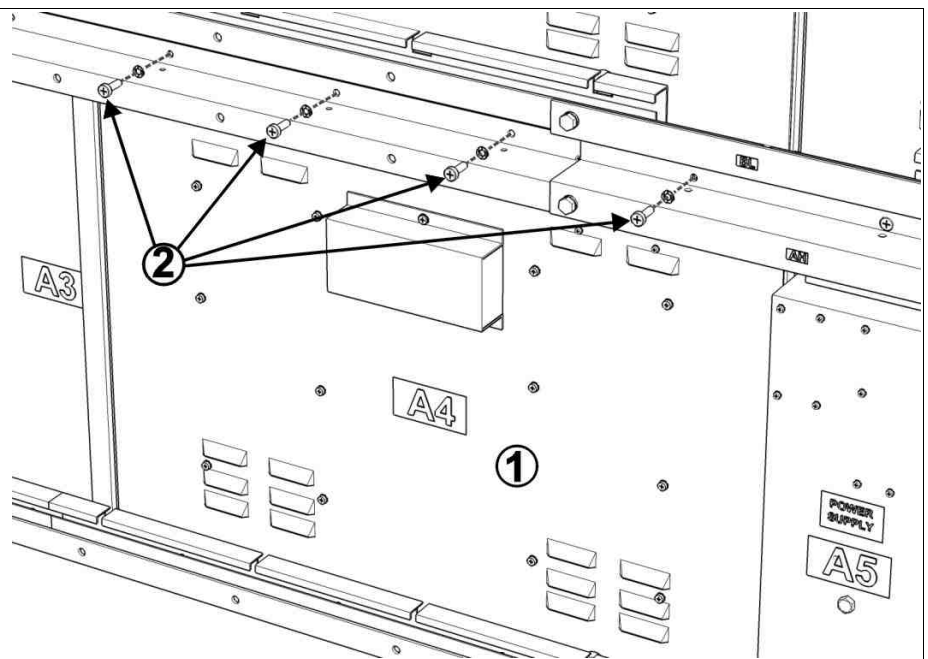

Abb. 20: Obere Befestigungsschrauben des Moduls
- a) Auf der Rückseite die oberen Befestigungsschrauben des Moduls am Horizontalbügel abschrauben (Abb. 20),